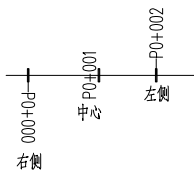

图 6-51 标注位置
- “标注位置”选项：系统提供了三种标注位置，分别是左侧标注、右侧标注、中心标注。单击选项文本框，在其弹出的下拉列表中选择标注位置，各标注位置的标注结果如图 6-51 所示。